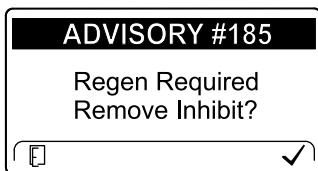

Bild 43
**Hinweis:** Wenn Sie im InfoCenter das Verhindern der Zurücksetzen-Regenerierung eingestellt haben, wird ADVISORY#185 (Bild 43) alle 15 Minuten im InfoCenter angezeigt, während der Motor eine Zurücksetzen-Regenerierung anfordert.